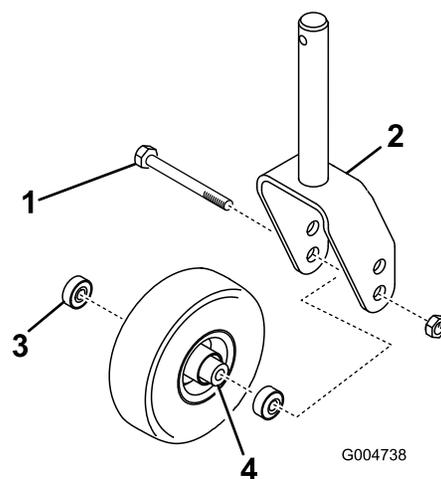
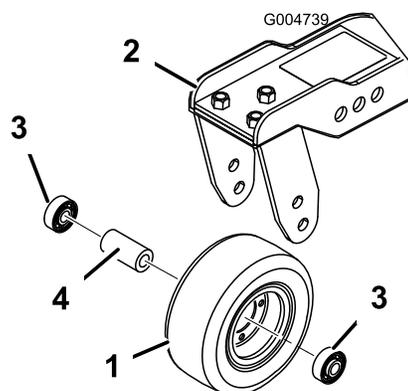

Figure 79
Figure 80
1. Retirez le contre-écrou du boulon vis de fixation de l'ensemble roue pivotante entre la fourche (Figure 79) ou le bras pivotant (Figure 80). Maintenez la roue pivotante et sortez le boulon de la fourche ou du bras pivotant.
2. Enlevez le roulement du moyeu de la roue et laissez tomber la douille d'écartement à l'extérieur (Figure 79 et Figure 80). Enlevez le roulement de l'autre côté du moyeu.